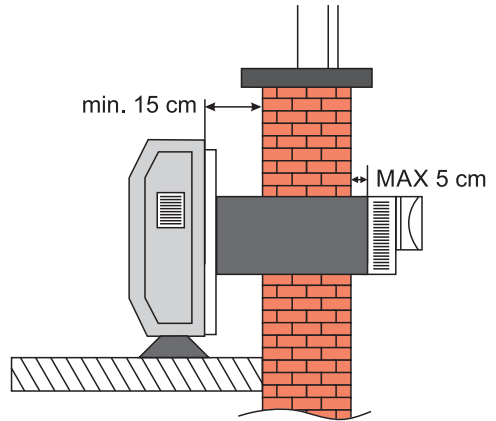

Abbildung 1B:
- Das Bodenmodell HH S wird direkt auf dem Boden montiert. Die Rückwand des Konvektors Modell HHS sollte sich 15 cm von der Wand entfernt befinden (Abbildung 1B).